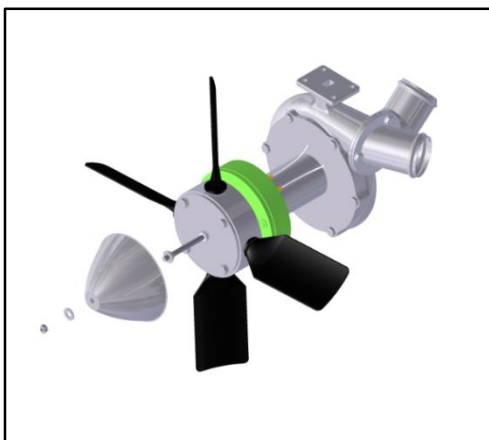
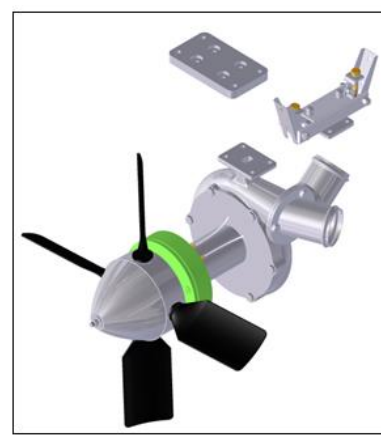

Figura 32: fechamento do spinner.
Figura 33: montagem do suporte.
- o) Gire a hélice com a mão e certifique-se que o conjunto gira livremente, sem nenhuma dificuldade e nenhum ruído. Logo após, feche o spinner utilizando uma arruela 1/4" aba larga e uma porca travante 1/4" (figura 32). Enfim, monte o suporte de acordo com a sua aeronave (figura 33).